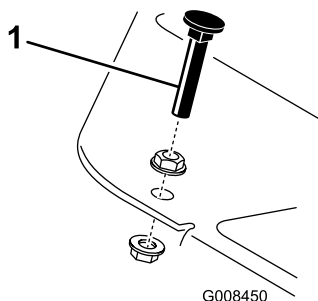

Figura 44
Premete il comando della trazione. Se il pedale tocca il fermo (Figura 44) prima che avvertiate la tensione sul cavo:
1. Allentate i dadi di bloccaggio a testa flangiata che fissano il fermo del pedale al pianale (Figura 44).